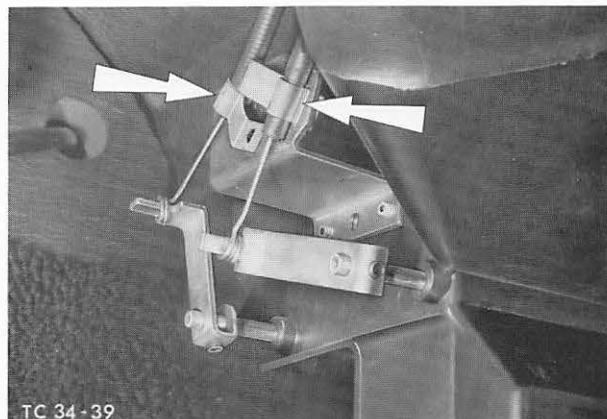

Abb. 19 Bowdenzüge vom Verteilerkasten abbauen
7. Bowdenzüge vom Luftverteilerkasten und vom Betätigungshebel der Temperatur-Regulierklappe abmontieren. Abb. 19 und 20.